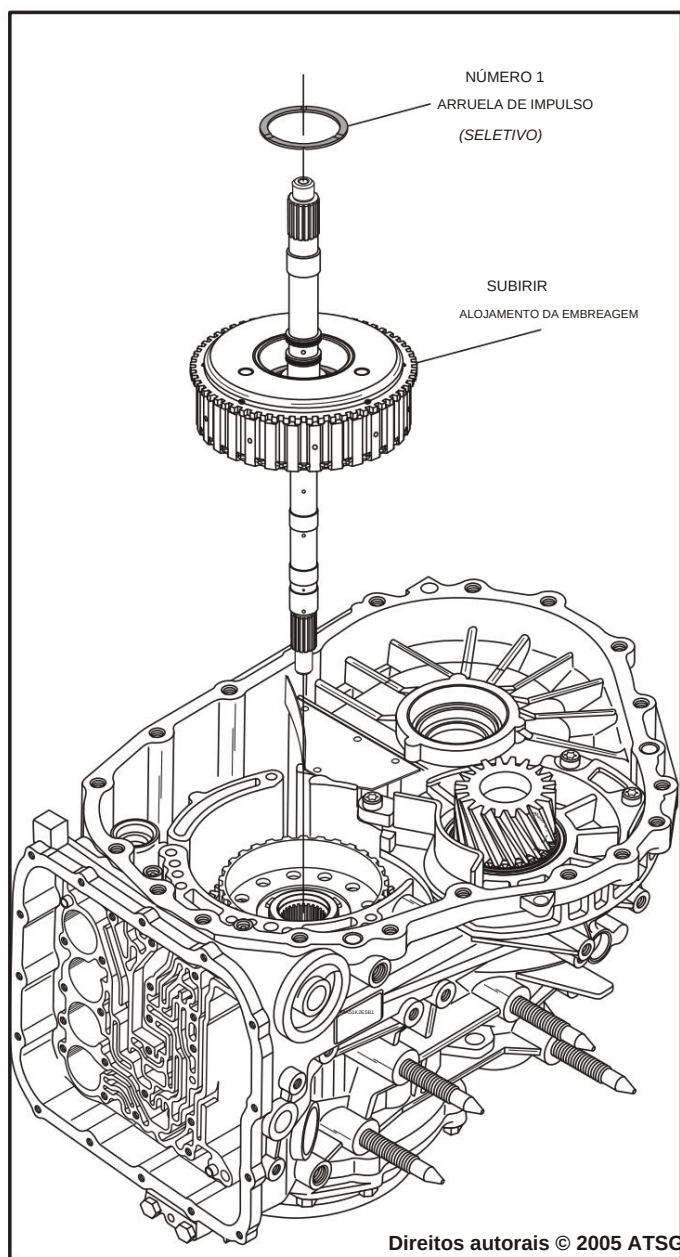

Figura 41
29. Remova a carcaça da embreagem underdrive levantando para cima, conforme mostrado na Figura 41.
30. Remova a arruela de encosto seletiva número 1, conforme mostrado na Figura 41.